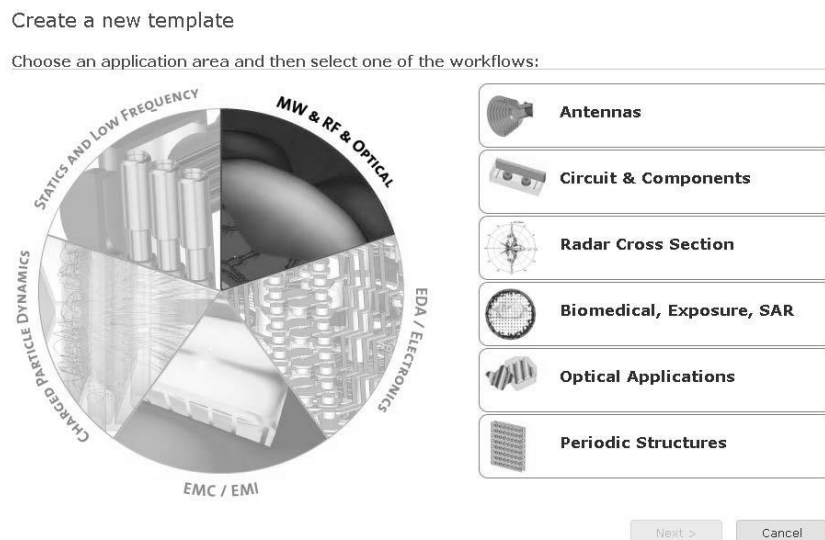

Рисунок 2. Окно мастера конфигурации
1. Воспользоваться мастером конфигурации. Для этого необходимо выбрать Create Project (см. рис.2) и, следуя подсказкам, можно задать предустановки и выбрать наиболее подходящий метод расчёта.